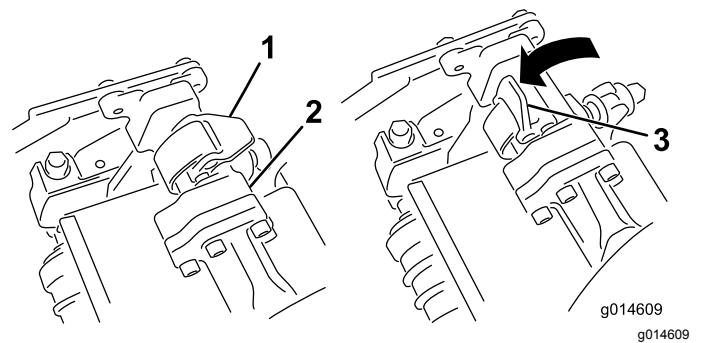

Figure 46
4. Fermez les verrous autour de la barre de l'unité de coupe et bloquez-les en place (Figure 46).
- Ouvrez les verrous sur la barre du bras de suspension appartenant à l'unité de coupe que vous voulez déposer (Figure 46).